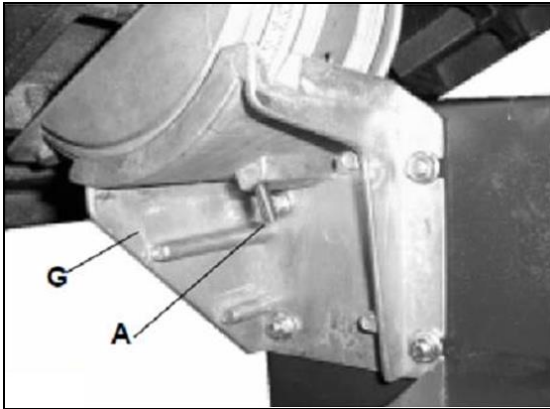

Fig 4
Monter la table sur le dispositif d'inclinaison inférieur (G). Pour cela passer la vis à tête plate à travers la perforation et serrer l'écrou papillon. (Fig 4).